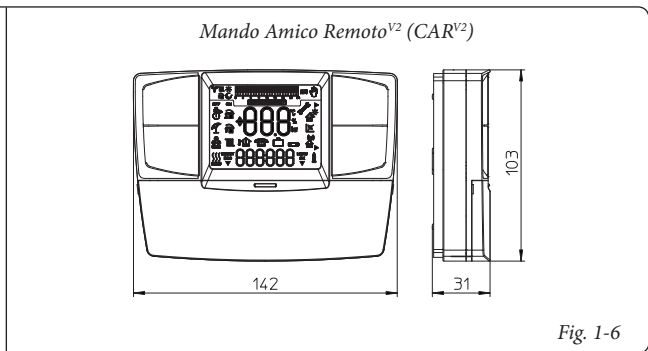

Fig. 1-6
- Dispositivo Mando Amigo Remoto^{V2} (CAR^{V2}) (Fig. 1-6) con funcionamiento de cronotermostato climático. El panel de CAR^{V2} permite al usuario controlar de manera fácilmente accesible, además de las funciones mencionadas anteriormente, las informaciones importantes acerca del funcionamiento del aparato y de la instalación térmica, con posibilidad de modificar fácilmente los parámetros previamente programados quedándose en el lugar en el que el aparato ha sido instalado. El panel está provisto de dispositivo de auto-diagnóstico que permite visualizar en la pantalla las anomalías de funcionamiento de la caldera. El cronotermostato climático instalado en el panel remoto permite regular la temperatura de ida de la instalación, en función de la exigencia real del ambiente a